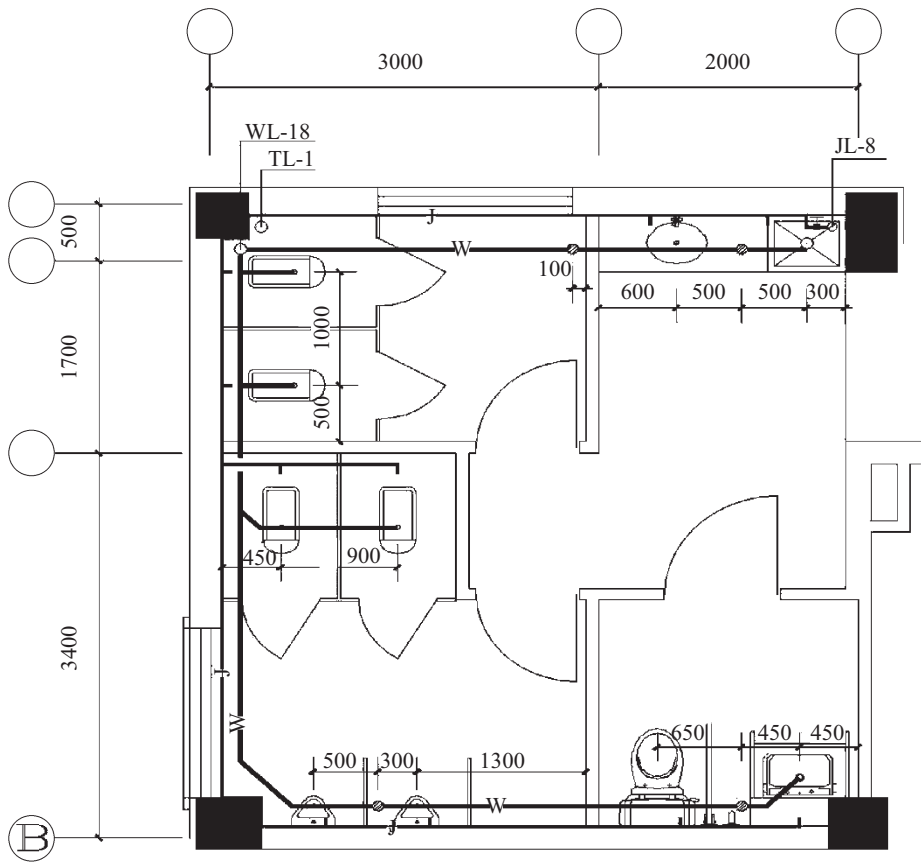
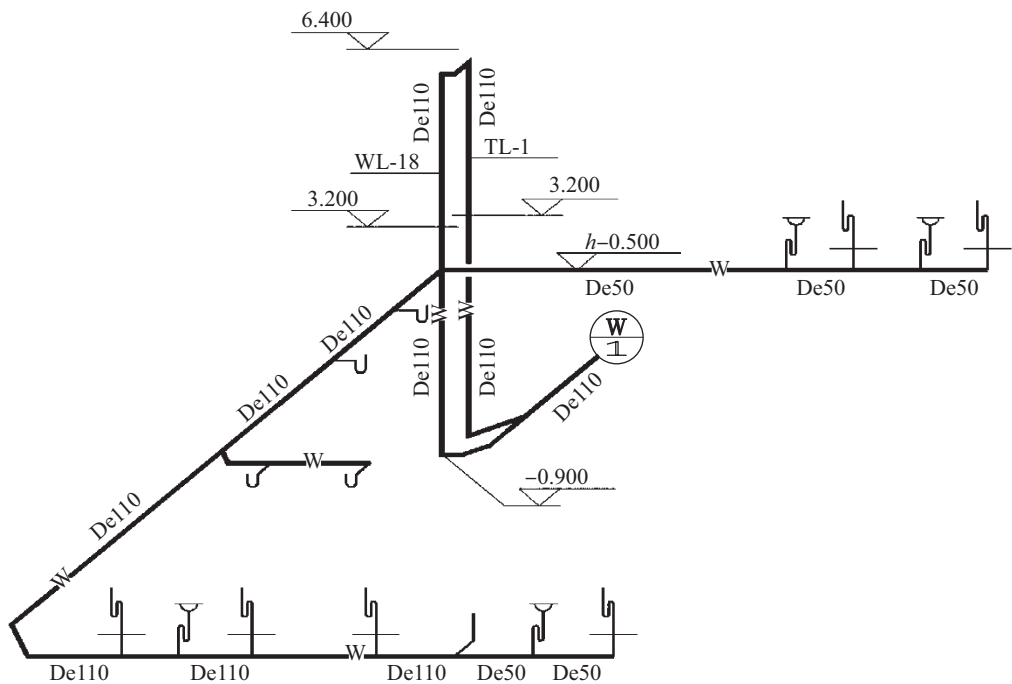

图 1-2 二层公厕给排水平面图
图 1-4 二层公厕排水系统
- 根据图 1-2~ 图 1-4 所示的二层给排水平面图和系统图以及相关工程条件完成该宿舍楼二层公厕给水管路 2 支管以及污水管路 1 支管管道工程量、卫生器具工程量、阀门以及套管工程量的计算。
- (1) 生活给水立管及横干管采用钢塑管, 丝扣连接(截止阀连接方式也为丝扣连接), 生活给水支管采用 PP-R 管, 热熔连接, 室内污水管采用 U-PVC 实壁管, 承插粘接。
- (2) 给水立管穿楼板时, 应设套管。安装在楼板内的套管, 其顶部应高出装饰地面 20mm; 安装在卫生间及厨房内的套管, 其顶部高出装饰地面 50mm, 底部应与楼板底面相平。
- (3) 洗涤盆进水口高度为 1m, 洗脸盆进水口高度为 0.25m, 残疾人专用坐便器进水口高度为 0.25m, 残疾人专用洗脸盆进水口高度为 0.25m。
- (4) 主要设备材料见表 1-2。